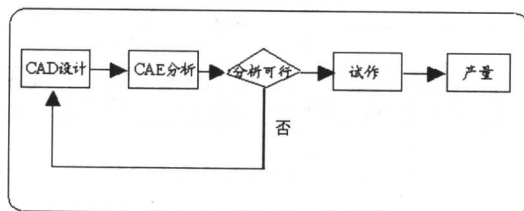

图 1-2
2. CAE (Computer Aided Engineering): 是计算机辅助工程的意思, 把由 CAD 设计或组织好的模型, 凭借计算机辅助工程软件仿真设计成品的一些性质, 例如结构强度的力学分析、热传导效能分析或流体力学上的分析等, 利用这些分析结果事先对原设计加以修正, 以节省设计变更的次数及开发时间, 还可以减少试作原型的投资成本, 如图 1-2 所示。